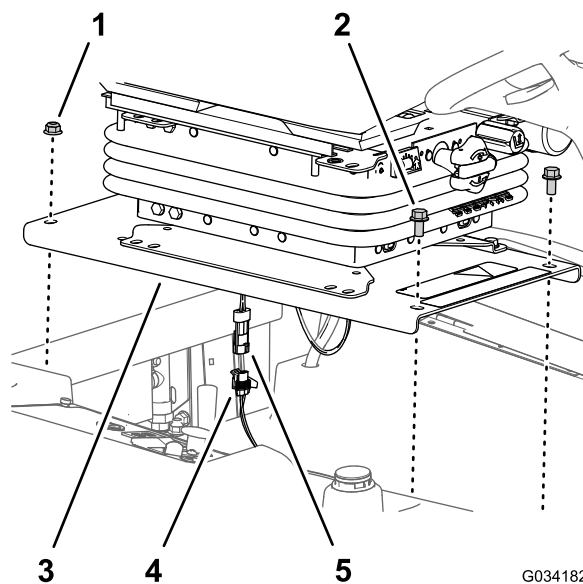

Figure 38
1. Retirez les 2 boulons à embase (3/8 x 3/4 po) qui fixent l'avant du socle au châssis de la machine (Figure 38).
2. Retirez les 2 contre-écrous à embase (3/8 po) qui fixent l'arrière du socle au châssis de la machine (Figure 38).
4. Débranchez le connecteur à 2 broches du faisceau de la commande de présence de l'utilisateur du connecteur à 2 douilles du faisceau de câblage de la machine (Figure 38).
2. Rebranchez le connecteur à 2 broches du faisceau de la commande de présence de l'utilisateur au connecteur à 2 douilles du faisceau de câblage de la machine ; voir Figure 38 de Dépose du siège et de son socle \(page 39\).
3. Placez les trous arrière du socle du siège (Figure 38 de Dépose du siège et de son socle \(page 39\)) devant les 2 boulons de carrosserie (3/8 x 1 po) du profilé de radiateur.
4. Fixez le socle du siège (Figure 38) sur les boulons de carrosserie à l'aide des 2 contre-écrous à embase (3/8 po) que vous avez retirés à l'opération 2 de Dépose du siège et de son socle \(page 39\).
5. Placez les trous arrière du socle du siège (de Figure 38) devant les 2 boulons de carrosserie (3/8 x 1 po) du profilé de radiateur.
6. Fixez le socle du siège (Figure 38) sur les tiges du réservoir à l'aide des 2 boulons à embase (3/8 x 3/4 po) que vous avez retirés à l'opération 1 de Dépose du siège et de son socle \(page 39\).